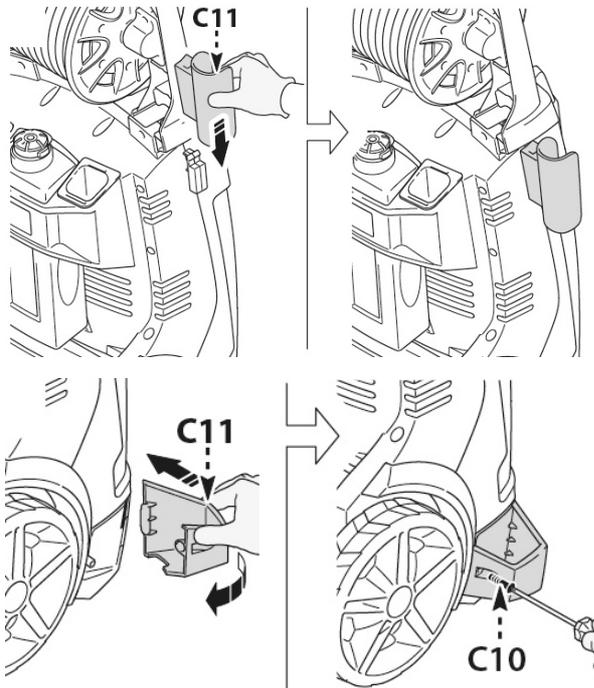

Abb. 6: Montage
Schritt 3: Stecken Sie die Halterungen (Pos. C11, Abb. 6) an die Aufnahmen am Hochdruckreiniger. Mit den beiliegenden Schrauben (Pos. C10, Abb. 6) befestigen Sie die Halterungen.